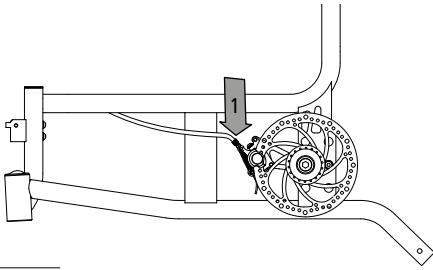

Abb. 31
1. För att uppnå en jämnt fördelad bromsverkan mellan höger och vänster skivbroms, kan fördelningen/bromskraften ändras med den justerskruv som finns på respektive bromscylinder (1, bild 31).